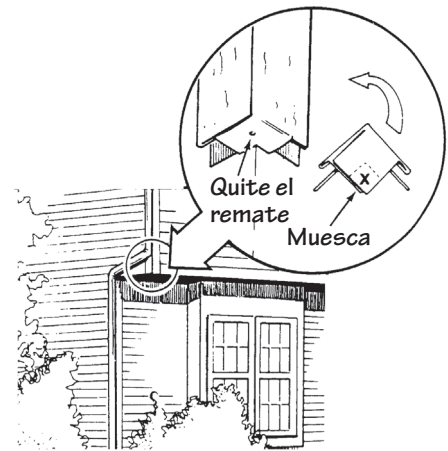

Figura 80.
- Taladre un agujero de 1/8" (3.2mm) en el centro, a través de ambas capas de vinilo, e instale un remache desmontable para fijarlos en su lugar. Corte una muesca en ambas capas para permitir que haya un espacio libre para la esquina (Figura 80).